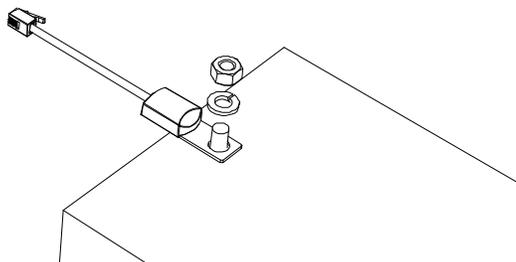

Figure 2-14 Fixation du CTB à la borne d'une batterie
3. Connectez la borne en anneau sur le CTB directement à la borne négative ou positive de la batterie ou utilisez le dos adhésif du capteur pour attacher celui-ci à l'un des côtés quelconques de la batterie à surveiller. Reportez-vous à la Figure 2-14.